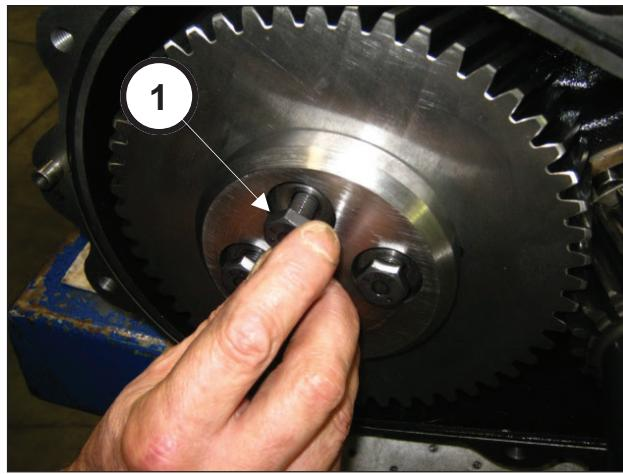
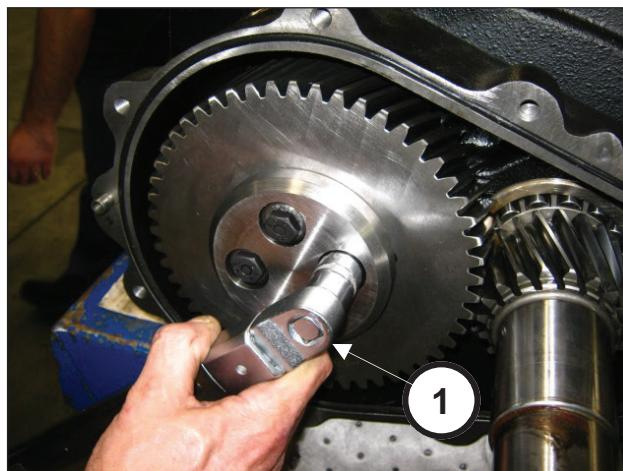

Fig. 68
Fig. 69
Prenda a fixação da coroa (pos. ①, Fig. 68) usando os 4 parafusos M10x30. Calibre os parafusos com chave dinamométrica, conforme indicado no capítulo 3 (pos. ①, Fig. 69).